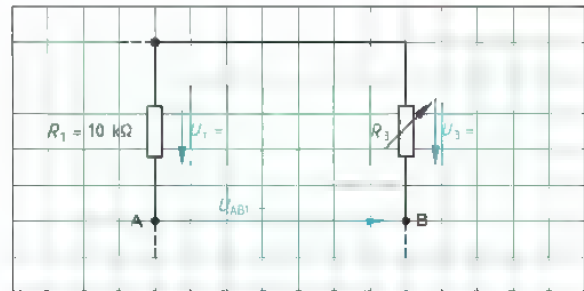

Bild 1: Spannungen bei $\vartheta = 25\text{ °C}$
3. Tragen Sie die berechneten Spannungen U_1 und U_3 in den Auszug aus der Brückenschaltung ein (Bild 1). Berechnen Sie dann mithilfe der Maschenregel die Brückenspannung U_{AB1} und tragen Sie auch diesen Wert in Bild 1 ein.